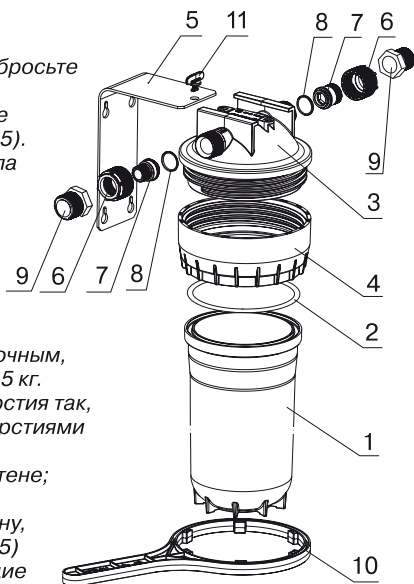

Рис. 1
водоочистителя (рис. 1)
- отсоедините быстроразъемные соединения, отвернув накидные гайки (6);
- снимите водоочиститель (с кронштейном (5) или без него) и слейте из водоочистителя излишки воды;
- отверните гайку (4) с помощью пластикового ключа (10), снимите стакан (1) и выньте фильтрующий модуль;
- промойте водой внутреннюю поверхность крышки (3), стакана (1) и резиновое кольцо (2);
- соберите водоочиститель, накрутив гайку (4) на крышку (3);
ВНИМАНИЕ! Важно не перепутать вход и выход водоочистителя. Стрелки на крышке указывают направление течения воды (рис. 1). При вращении накидных гаек (6) нельзя применять какие-либо инструменты и прилагать значительные усилия.
- соберите быстроразъемные соединения, завернув до упора накидные гайки (6);